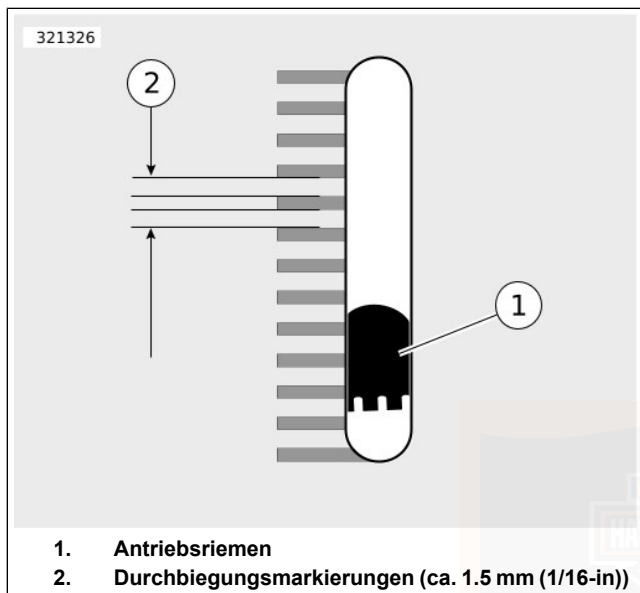

Abbildung 76. Sichtfenster der Riemendurchbiegung
- a. Den O-Ring (4) zur Null-Markierung (3) schieben.
- b. **Modelle mit Rahmendurchbiegungs-Sichtfenster:** Die Riemenhalterung (2) in einer Linie mit dem Riemendurchbiegungs-Sichtfenster an den unteren Teil des Antriebsriemens anlegen.
- c. **Alle anderen Modelle:** Die Riemenhalterung (2) gegen die Unterseite des Antriebsriemens auf halbem Wege zwischen den Antriebsriemenscheiben anordnen.
- d. Den Knopf (6) nach oben drücken, bis der O-Ring nach unten auf die Markierung 4,54 kg (10 lb) (5) rutscht; dort festhalten.
- a. **Modelle mit Riemendurchbiegungs-Sichtfenster:** Siehe Abbildung 76. Die Riemendurchbiegung durch das Riemendurchbiegungs-Sichtfenster messen und dabei das Prüfgerät ruhig halten. Jede Durchbiegungseinteilung entspricht ungefähr 1,6 mm (1/16 in) .